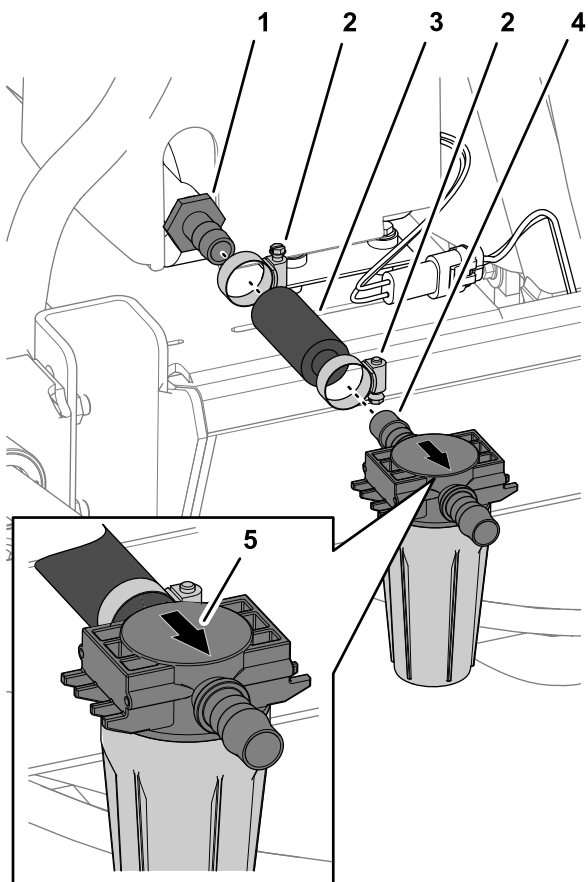
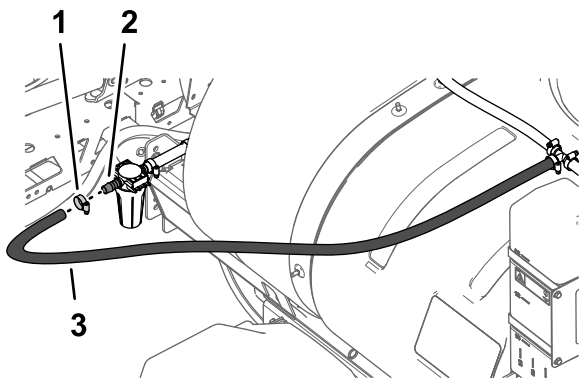

图 30
图 31
2. 用软管夹将在 切割软管 (页码 4) 中切割的软管 20.3cm 安装到冲洗水箱泵的外侧直通宝塔接头上然后用手拧紧夹具图 30。
4. 用软管夹将软管1.9 x 180cm的自由端安装到滤头出口处的直通宝塔接头上图 31。
5. 调整滤头的位置使滤清器组件的油碗垂直然后用手紧固 2 个软管夹图 30 和图 31。